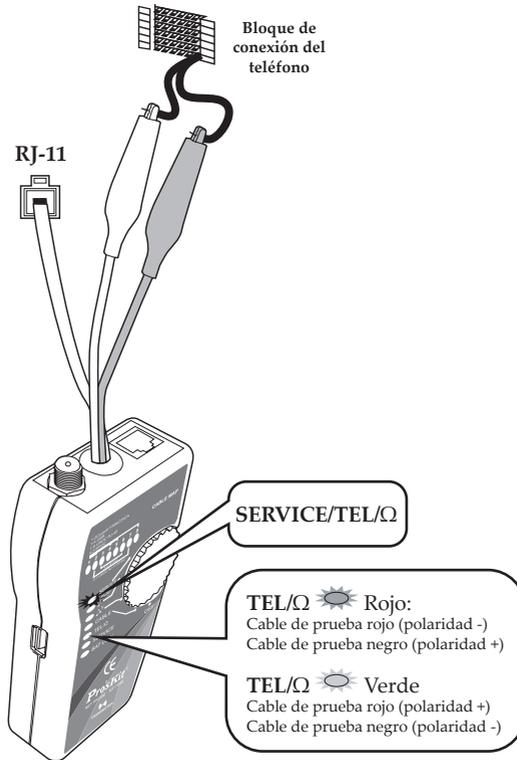

Figura 9 Validación de servicio telefónico y polaridad
Para validar el servicio telefónico y la polaridad, proceda como se indica a continuación y como se muestra en la Figura 9.
1. Conecte el generador de tonos al circuito como se muestra en la Figura 9. Conecte los cables de prueba al bloque de conexión del teléfono, conectores RJ11 y RJ45.